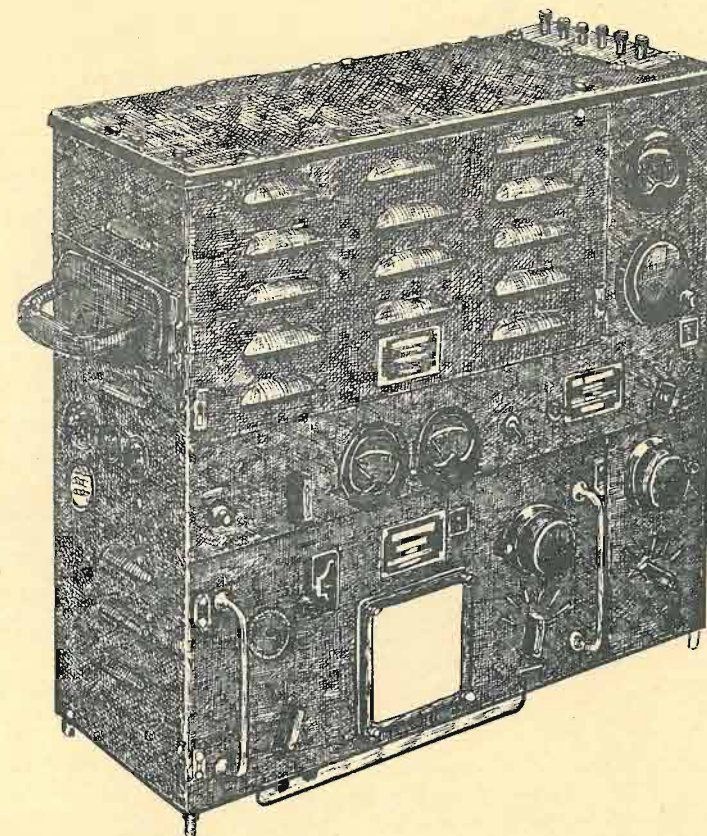

Fig. 7 — Il trasmettore BC-191-( ).
b. TRASMETTITORE BC-191-( ) (fig. 7). Per la descrizione completa del Trasmettitore BC-191-( ) si consulti la pubblicazione TM 11-800.